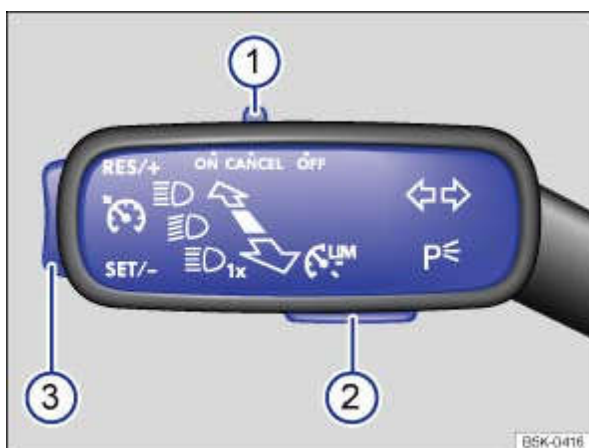

Fig. 185 À gauche sur la colonne de direction : touches et commandes du limiteur de vitesse
S'il est monté de façon autonome, sa manipulation n'est plus effectuée par les touches du volant multifonction → Fig. 186 la touche ② du levier des clignotants et de l'inverseur-codes → Fig. 185 .
| Fonction | Position de la commande, utilisation de la commande dans le levier des clignotants et de l'inverseur-codes → Fig. 185 ou touche du volant multifonction → Fig. 186 |
Lorsque le limiteur de vitesse doit être désactivé temporairement, par ex. lors d'un dépassement, poussez la commande → Fig. 185  intégrée au levier des clignotants et de l'inverseur-codes en position **CANCEL** ou appuyez sur les touches **CNL** ou  du volant multifonction → Fig. 186 .
Une fois le dépassement effectué, vous pouvez activer le limiteur de vitesse sur la vitesse fixée préalablement en appuyant sur la touche → Fig. 185  du levier des clignotants et de l'inverseur-codes dans la zone **RES/+** ou en appuyant sur la touche° **RES** du volant multifonction → Fig. 186 .